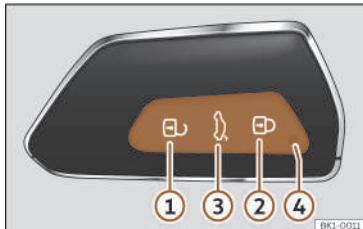

Fig. 62 Chiave del veicolo.
Quando si preme brevemente un tasto della chiave del veicolo, la spia di controllo lampeggia ④ >>> fig. 62 una volta per breve tempo; se invece lo si mantiene premuto per un tempo prolungato, lampeggerà diverse volte, ad esempio, nell'apertura comfort.